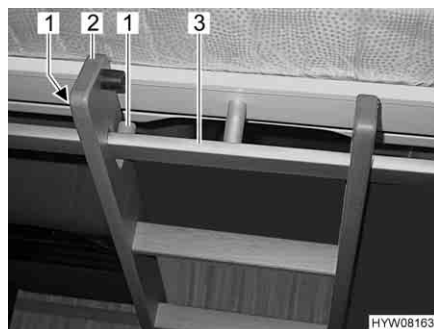

Fig. 95 Scaletta di accesso (agganciata)
- Agganciare la scaletta di accesso (Fig. 95,2) con le due staffe nella barra di presa (Fig. 95,3) al letto basculante. Durante l'agganciamento fare attenzione che i longheroni della scala vengano posizionati attraverso i due dispositivi di fissaggio (Fig. 95,1). Questo serve a impedire che la scaletta di accesso scivoli di lato.
- Staccare la scaletta di accesso (Fig. 95,2) dalla barra di presa (Fig. 95,3) nel letto basculante.